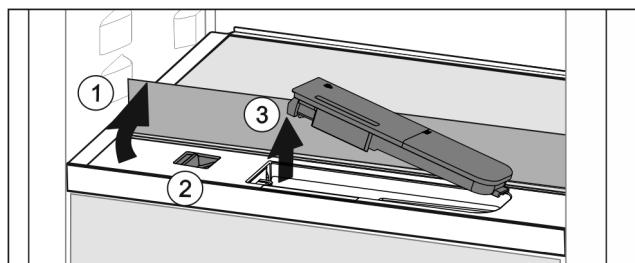

Fig. 57
- Stekleno ploščo dvignite in jo sklopite nazaj do omejevalnika Fig. 57 (1).
- Drsnik Fig. 57 (2) potisnite v levo.
- Odstranite rezervoar za vodo Fig. 57 (3).